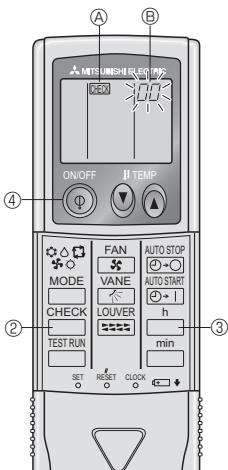

Fig. 7-4
7.3.2. Για το τηλεχειριστήριο (Fig. 7-4)
- ① Τροφοδοτήστε με ρεύμα τη μονάδα.
- ② Πατήστε δύο φορές το κουμπί [CHECK] (ΕΛΕΓΧΟΣ). (Εκτελέστε αυτή τη λειτουργία όταν η οθόνη του τηλεχειριστηρίου είναι σβηστή.)
- ③ Ενώ το τηλεχειριστήριο κατευθύνεται προς το δέκτη της μονάδας, πατήστε το κουμπί με την ένδειξη [h] (Ωρα). Ο κωδικός ελέγχου απεικονίζεται από το πόσες φορές ξεχειρίζεται ο δονητής στο τμήμα του δέκτη και από τον αριθμό που αναβοσβήνει το φωτάκι λειτουργίας.
- ④ Πατήστε το κουμπί με την ένδειξη ON/OFF (διακόπτης λειτουργίας) όταν θέλετε να σταματήσετε τον αυτόματο έλεγχο.